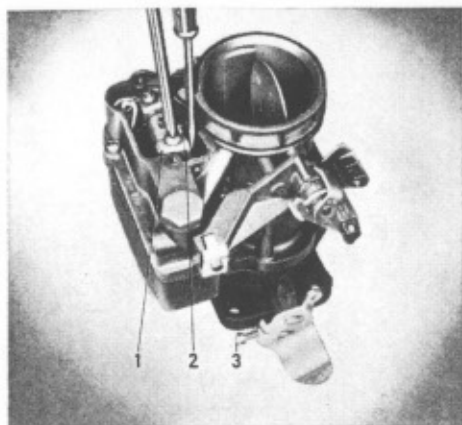

Bild 1-60. Reglernålarnas inställning
2. Pressa ned den T-formade länken (2, bild 1-60) för nålarna så långt som möjligt. Tryck mitt på länken.
3. Håll gasspjällen helt stängda och nålarna i bottenläge. Lossa skruven för nålhävvarmen (1) och justera hävvarmens läge så att dess spets berör den T-formade länken. Drag till skruven.